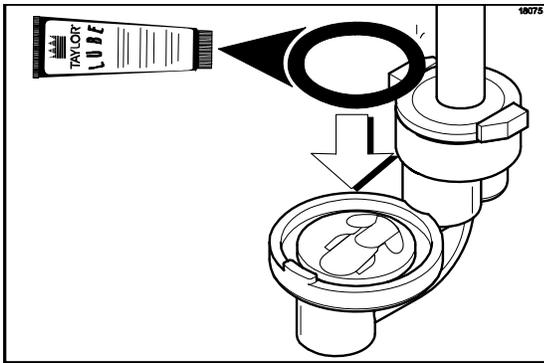

图 94
9. 润滑 1-5/16 英寸止漏圈并将其安装到阀体上。（见图 94。）